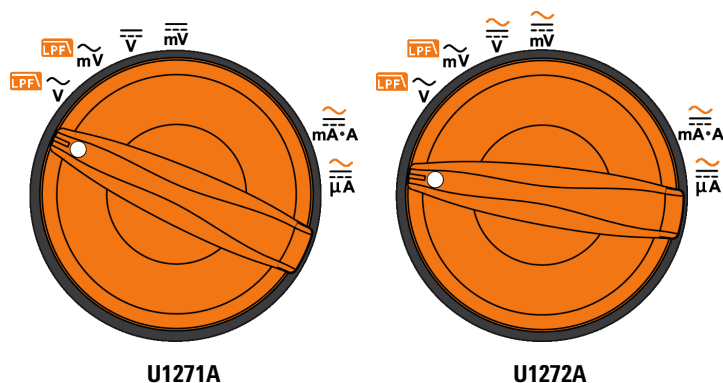

Figure 2-35 Fonctions avec lesquelles une mesure de fréquence est possible
Votre multimètre permet une surveillance simultanée de la tension ou du courant en temps réel avec des mesures de fréquence, de rapport cyclique ou de largeur d'impulsion. La Figure 2-35 illustre les principales fonctions permettant des mesures de fréquence sur votre multimètre.
- 1 Pour mesurer la fréquence, réglez le commutateur sur l'une des fonctions principales autorisant des mesures de fréquence, lesquelles sont présentées à la Figure 2-35.
- 1 Pour mesurer la largeur d'impulsion, positionnez le commutateur rotatif sur l'une des fonctions permettant d'effectuer des mesures de fréquence, conformément à la Figure 2-35.
- 1 Pour mesurer le rapport cyclique, positionnez le commutateur rotatif sur l'une des fonctions permettant d'effectuer des mesures de fréquence, conformément à la Figure 2-35.